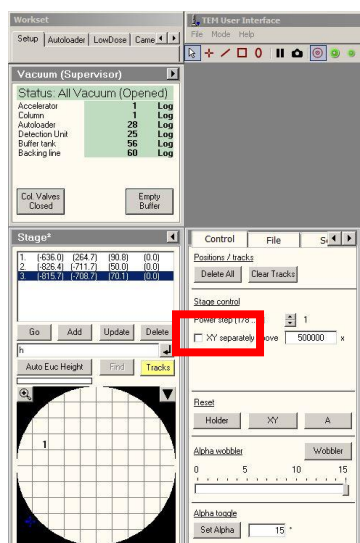

图 14
- 2) 点击 Delete all- “√” 删除记录痕迹，便于下一位用户使用.见图 14